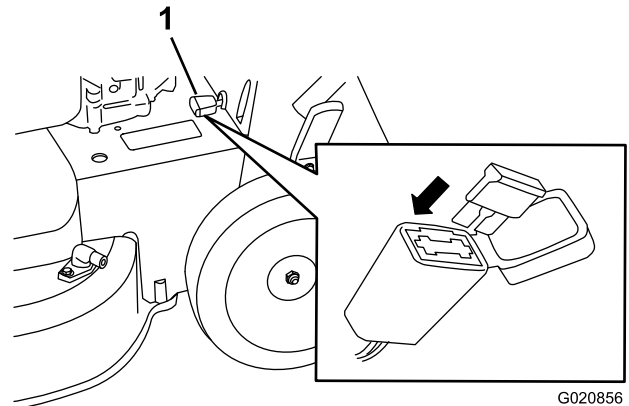

Figure 32
1. Ouvrez le porte-fusible étanche et remplacez le fusible (Figure 32).